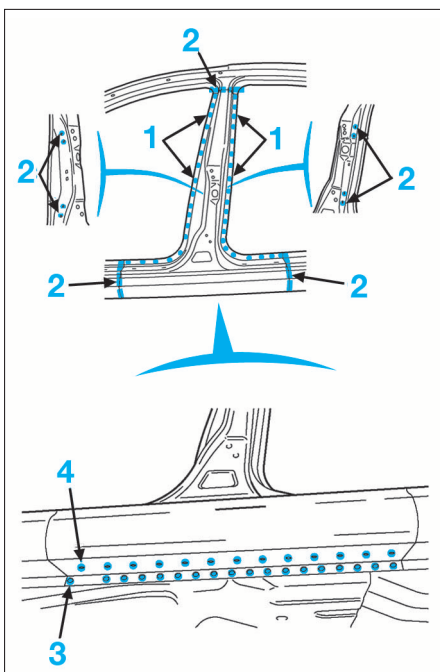

FIG. 65
- Souder à la pointeuse électrique (1) puis par cordons à l'arc sous gaz protecteur (2) (Fig.65).
- Souder à la pointeuse électrique les points inférieurs (3).